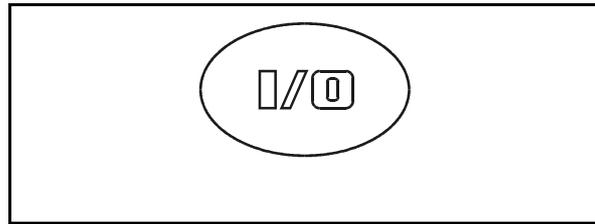

Fig. 92
EIN (I) / AUS (O) (Fig. 92). Über diese Taste schalten Sie den **AMATRON +** ein- und aus.